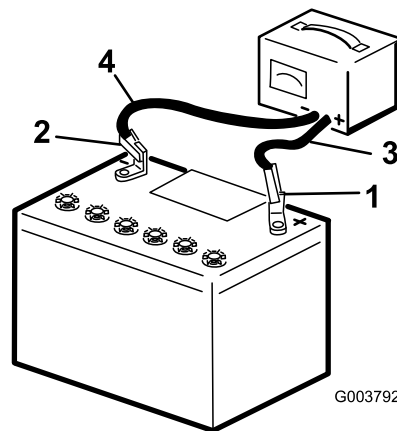

Figure 44
2. Chargez la batterie pendant 10 à 15 minutes entre 25 et 30 A, ou pendant 30 minutes à 6 A (Figure 44). Ne chargez pas la batterie excessivement.
3. Quand la batterie est chargée au maximum, débranchez le chargeur de la prise, puis débranchez les fils du chargeur des bornes de la batterie (Figure 44).